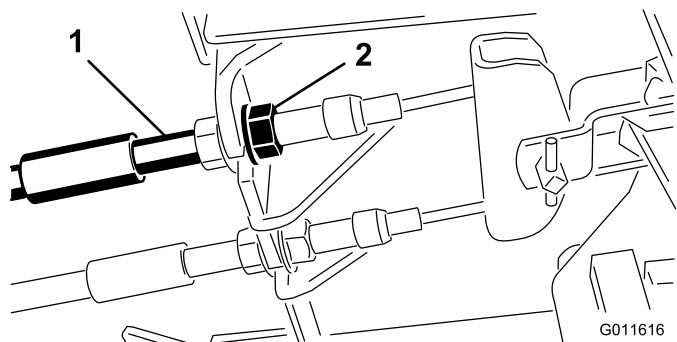

Figura 64
1. Para reduzir a folga dos pedais dos travões, aperte os travões despertando a porca dianteira que se encontra na extremidade roscada do cabo dos travões (Figura 64).